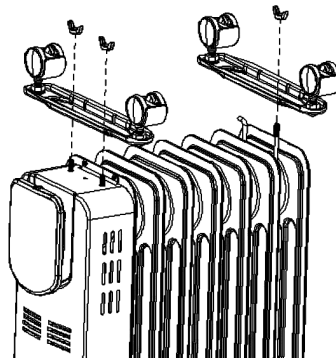

Abbildung 2 Schema für die Montage des Rollenbretts
- (1) Auf der Oberseite des Heizgeräts wird das Rollenbrett in Position gebracht und mit Flügelmutter und U-Schrauben befestigt, wie in Abbildung 2 gezeigt;
- (2) Schließlich wird das Heizgerät an der richtigen Stelle aufgestellt.